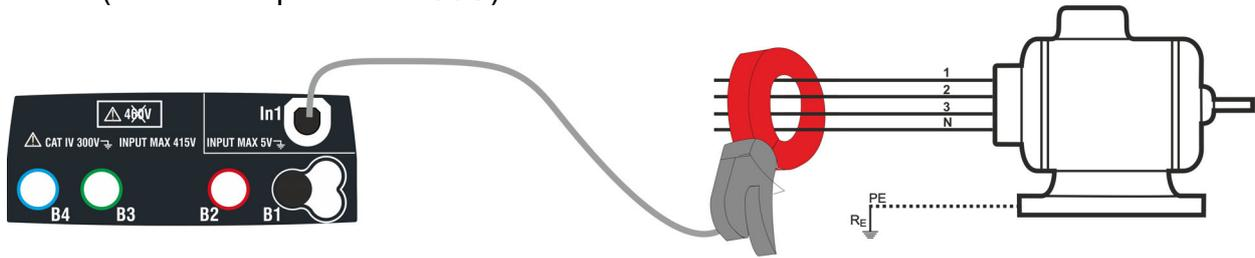

Fig. 26: Medida indirecta de la corriente de fuga en instalaciones trifásicas
4. Para medidas indirectas de la corriente de fuga conecte la pinza externa de acuerdo con la Fig. 26 . Para medidas directas de la corriente de fuga conecte la pinza de acuerdo con la Fig. 27 y desconecte las eventuales conexiones añadidas de tierra que podrían influenciar los resultados de la prueba